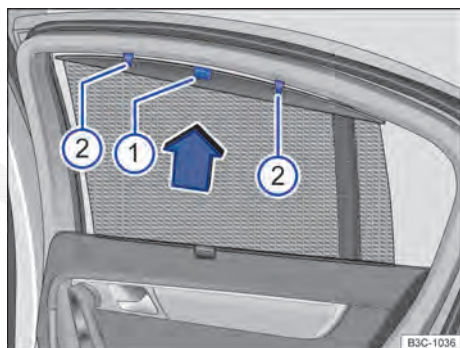

Fig. 93 No vidro traseiro direito: cortina de proteção solar.
- Puxar a cortina de proteção solar pela alça frontal ⇒ Fig. 93 ① no sentido da seta, totalmente para cima.
- Prender a barra retentora com ambos os olhais nos respectivos suportes ②. Verificar se a cortina de proteção solar estendida está encaixada seguramente em ambos os suportes ②.
- Para desenrolar, desprender a cortina de proteção solar em cima e, com as mãos, conduzir para baixo ⇒ ①.